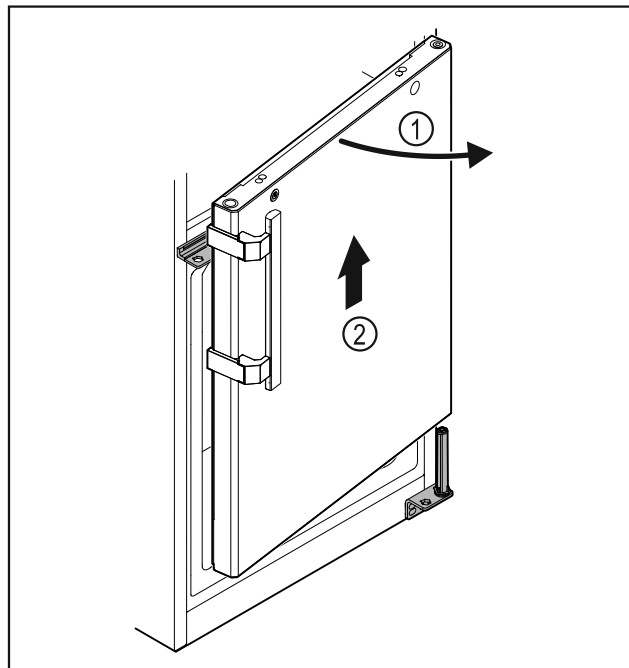

Fig. 33
- Öppna dörren Fig. 33 (1) något, lyft rakt upp ca 200 mm och ta av den Fig. 33 (2).